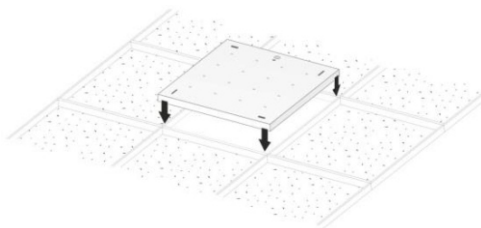

Рисунок 6 - Установка светильника Geniled серии Офис, ЛПО на подвесную конструкцию.
5.3.2. Установка светильника Geniled на подвесную конструкцию. Установите светильник Geniled на монтируемое место (Рисунок 6).